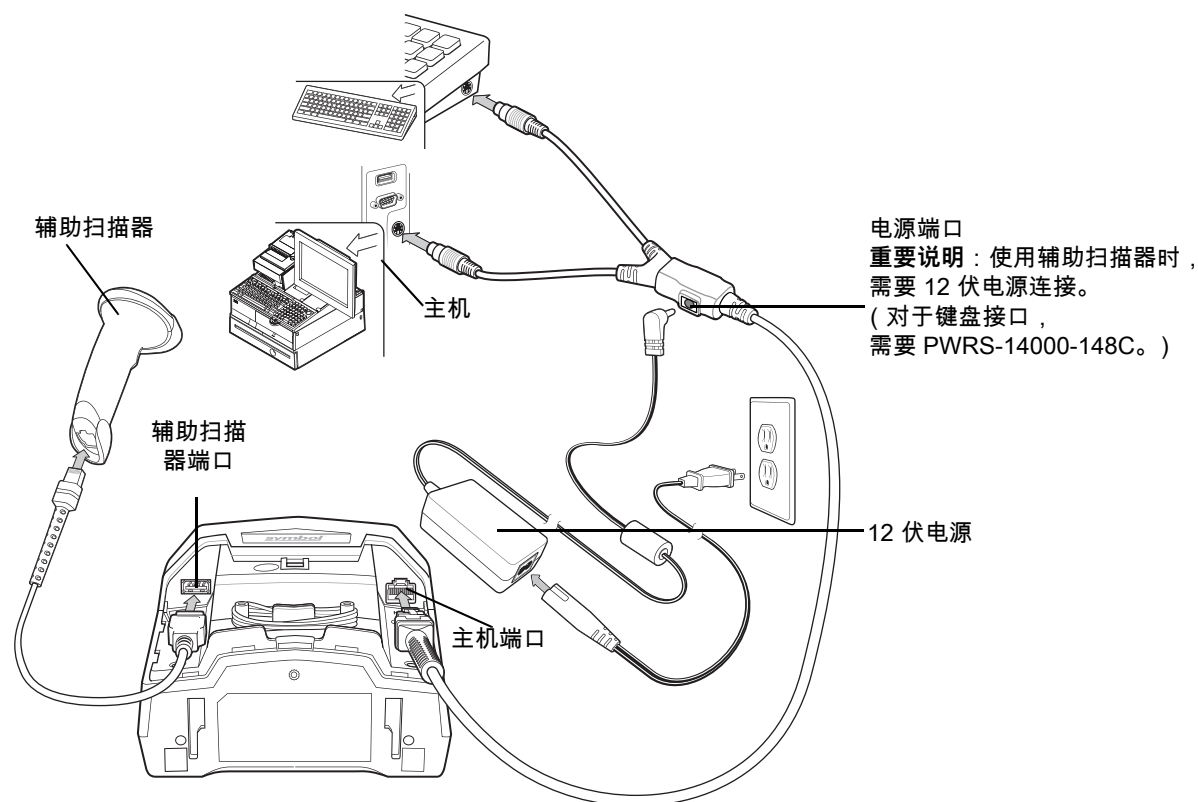

图 10-2 键盘连接 - 带有辅助扫描器/外部供应电源
- DS7708 使用键盘 Y 形电缆直接连接到主机和键盘，辅助扫描器连接到 DS7708。使用辅助扫描器时，需要 12 伏电源连接（请参阅图 10-2）。
- b. 连接一个 12 伏外部电源，如 图 10-2 中所示。